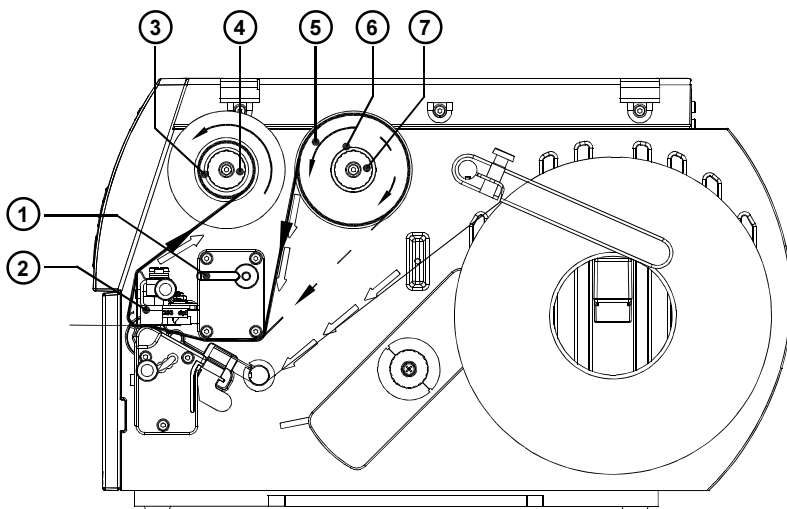

Fig. 5
1. Drej armen (1) med uret til stop og løft derved printhovedet (2) lidt.
2. Skyd transferfolierullen (5) til stop på afviklingen (6).
3. Hold folierullen fast og drej møtrikken (7) mod uret, til der optræder en let modstand. Derved klemmes folierullen (5) fast på afviklingen (6).
4. Skyd et tomt paprør med passende bredde på afviklingen (3) og klem røret fast ved at dreje møtrikken (4) mod uret.
5. Læg transferfolien i henhold til fig. 5 og klæb folieenden fast på røret med en klæbestrimmel (fx etiket). I fig. 5 gælder den gennemgående linje for ruller med indvendig liggende belægningsside, linjen med de små streger for ruller med udvendig liggende belægningsside.
6. Udglat og stram foliens forløb ved at dreje afviklingen (3) mod uret.
7. Drej armen (1) mod uret til stop. Derved låses printhovedet (2).